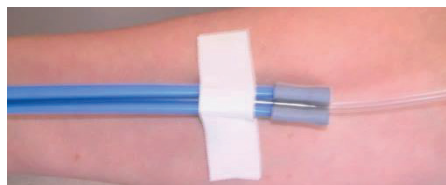

图 11：固定 ASTOLINE
11. 将输液延伸管在患者一遍的末端与患者插管相连接，确保 ASTOLINE (图 11) 使用时固定良好 (例如借助条、带)。